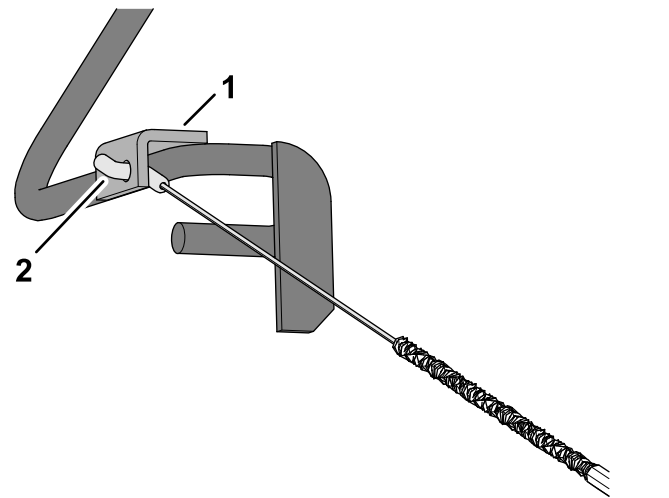

Figura 10
2. Inserite il raccordo del cavo attraverso il foro nella staffa della stegola di presenza dell'operatore come illustrato nella Figura 10.